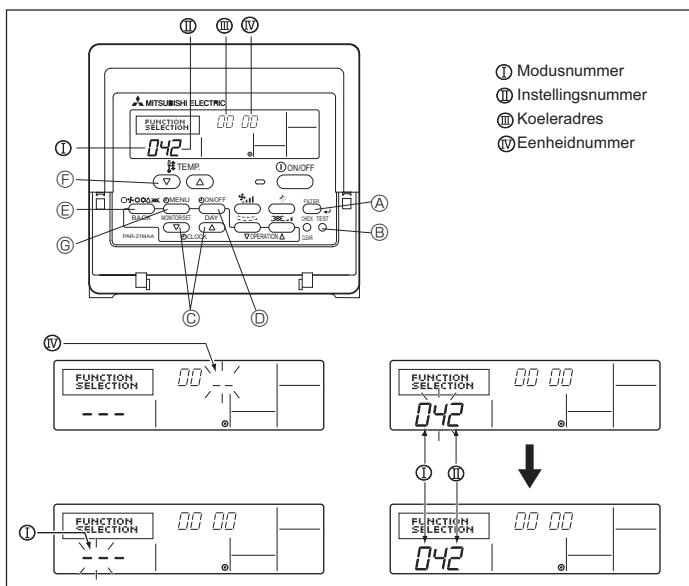

Fig. 6-8
1) Voor de afstandsbediening med draad (Fig. 6-8)